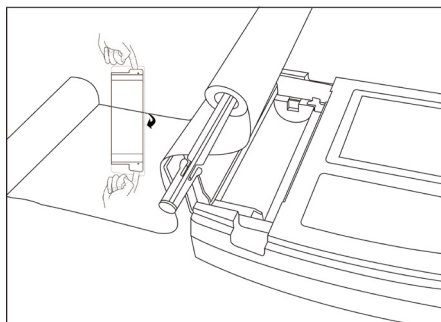

Figure 6-1 Installation du papier d'enregistrement
1. Comme illustré à la Figure 6-1, utiliser les deux mains pour soulever les deux côtés du couvercle du compartiment à papier en même temps afin de l'ouvrir. Sortir le rouleau, puis le placer dans le compartiment de papier comme indiqué sur la figure. Le côté du papier avec le bord denté doit être orienté vers le bas, puis l'installer dans la bonne position dans le compartiment du papier.